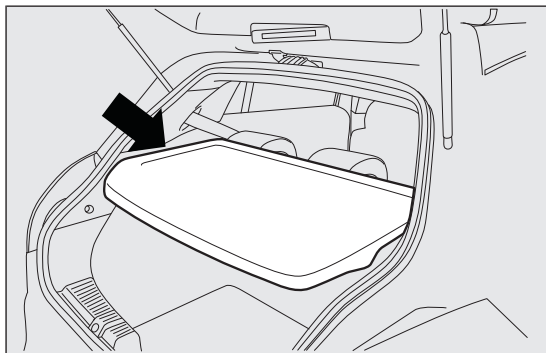
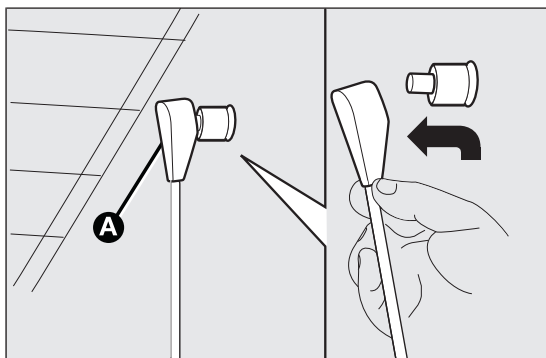

fig. 78
fig. 79
- ☐ déposer la plage arrière fig. 78 en libérant les extrémités supérieures A fig. 79 des deux tirants, en retirant les boutonnières des axes et en les poussant dans la direction de la flèche ;